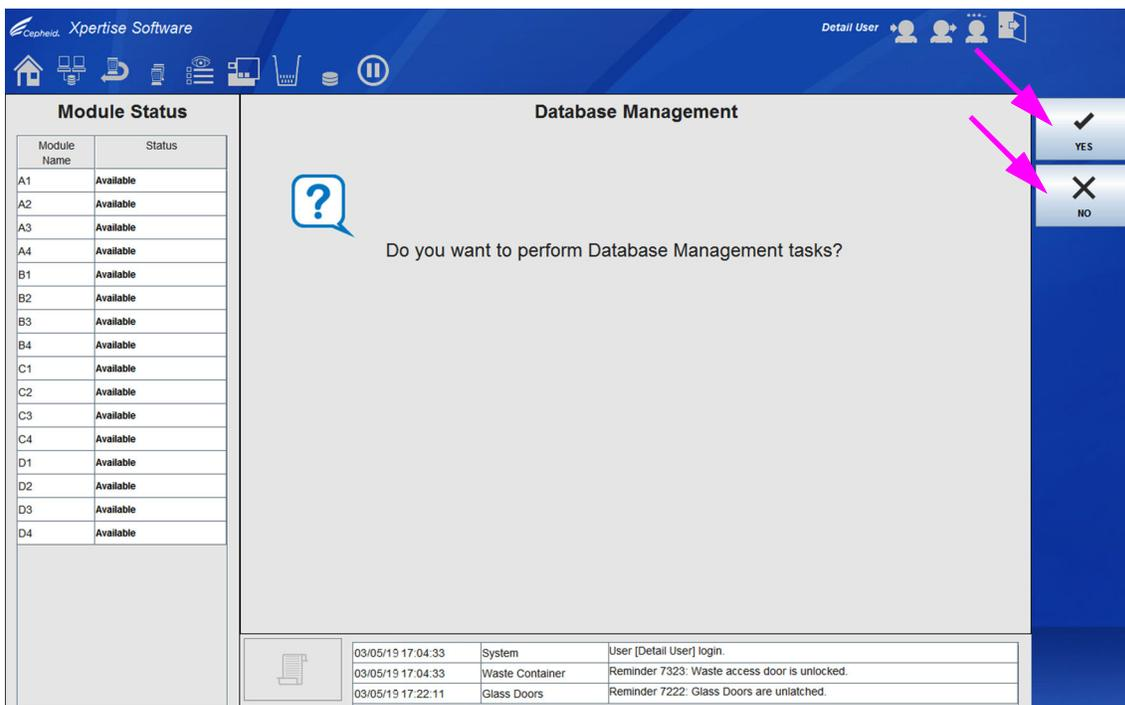
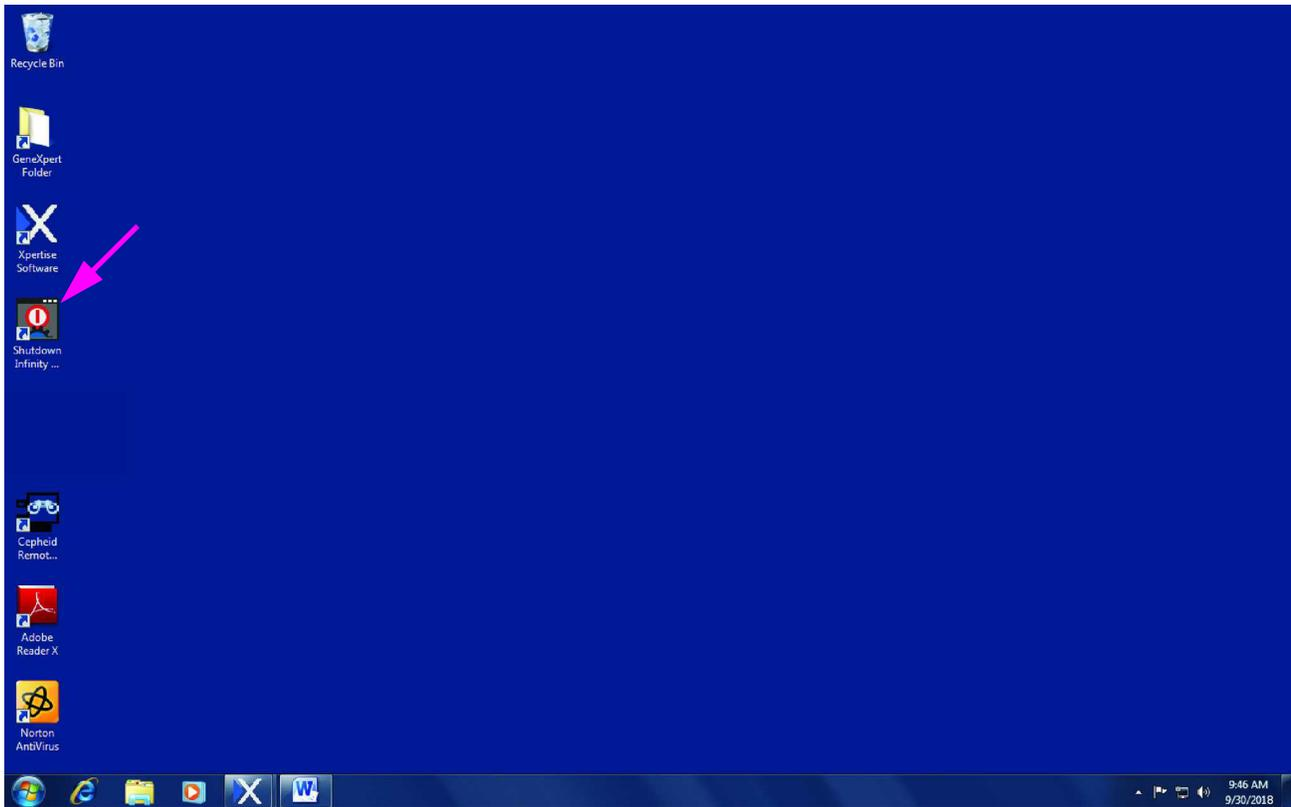
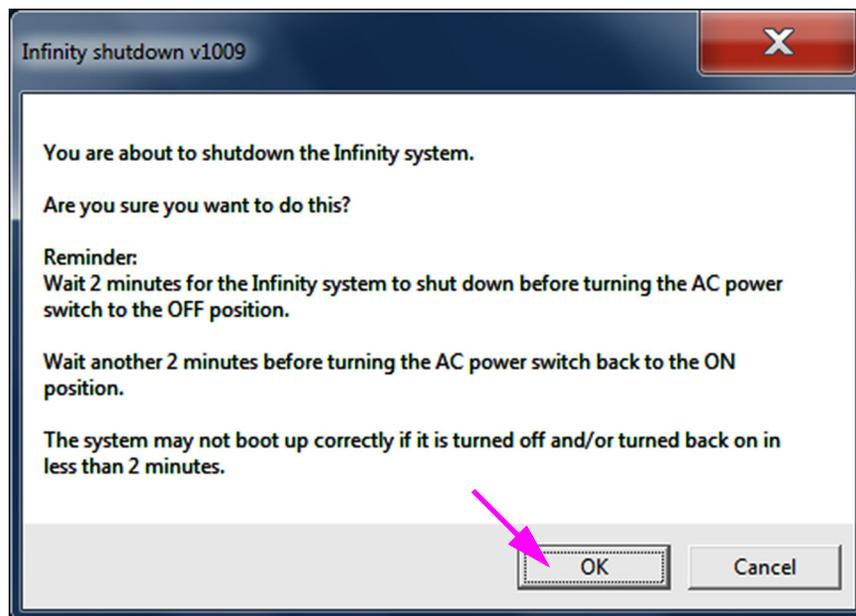

图 2-75. 数据库管理 (Database Management) 工作区提醒
图 2-77. 显示关闭 (Shutdown Infinity) 图标的桌面
图 2-78. Infinity 关机确认对话框
- 如果没有勾选常规 (General) 工作区中的数据库管理提醒 (Database Management Reminders) 方框 (参见图 2-25)，将不会显示数据库管理 (Database Management) 工作区提醒 (参见图 2-75) 并且不再需要进一步的操作。Xpertise 软件程序会关闭且 Windows 桌面将显示。请参见图 2-77。转到第 2.12.1.3 节以完成系统关闭顺序。
- 如果勾选了常规 (General) 工作区中的数据库管理提醒 (Database Management Reminders) 方框 (参见图 2-25)，将显示数据库管理 (Database Management) 工作区提醒 (参见图 2-75)，询问您是否想执行数据库管理任务。
- A. 如果不要执行数据库管理任务，选择否 (NO) 按钮。Xpertise 软件程序会关闭且 Windows 桌面将显示。请参见图 2-77。转到第 2.12.1.3 节以完成系统关闭顺序。
执行数据库管理任务后，选择关闭 (CLOSE) 按钮 (参见图 2-76)。Xpertise 软件程序会关闭且 Windows 桌面将显示。请参见图 2-77。转到第 2.12.1.3 节以完成系统关闭顺序。
1. 双击自助服务终端计算机桌面上的**关闭 (Shutdown Infinity)** 图标。请参见图 2-77。出现 Infinity 关闭确认对话框。请参见图 2-78。
2. 选择**确定 (OK)** 按钮。请参见图 2-78。